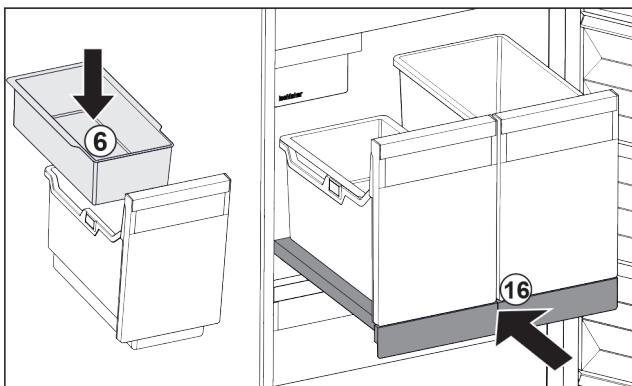

Fig. 32
- Вставить підвісний лоток Fig. 32 (6) для кубиків льоду.
- Вставить витяжну панель з резервуаром (IceTower). Fig. 32 (16)